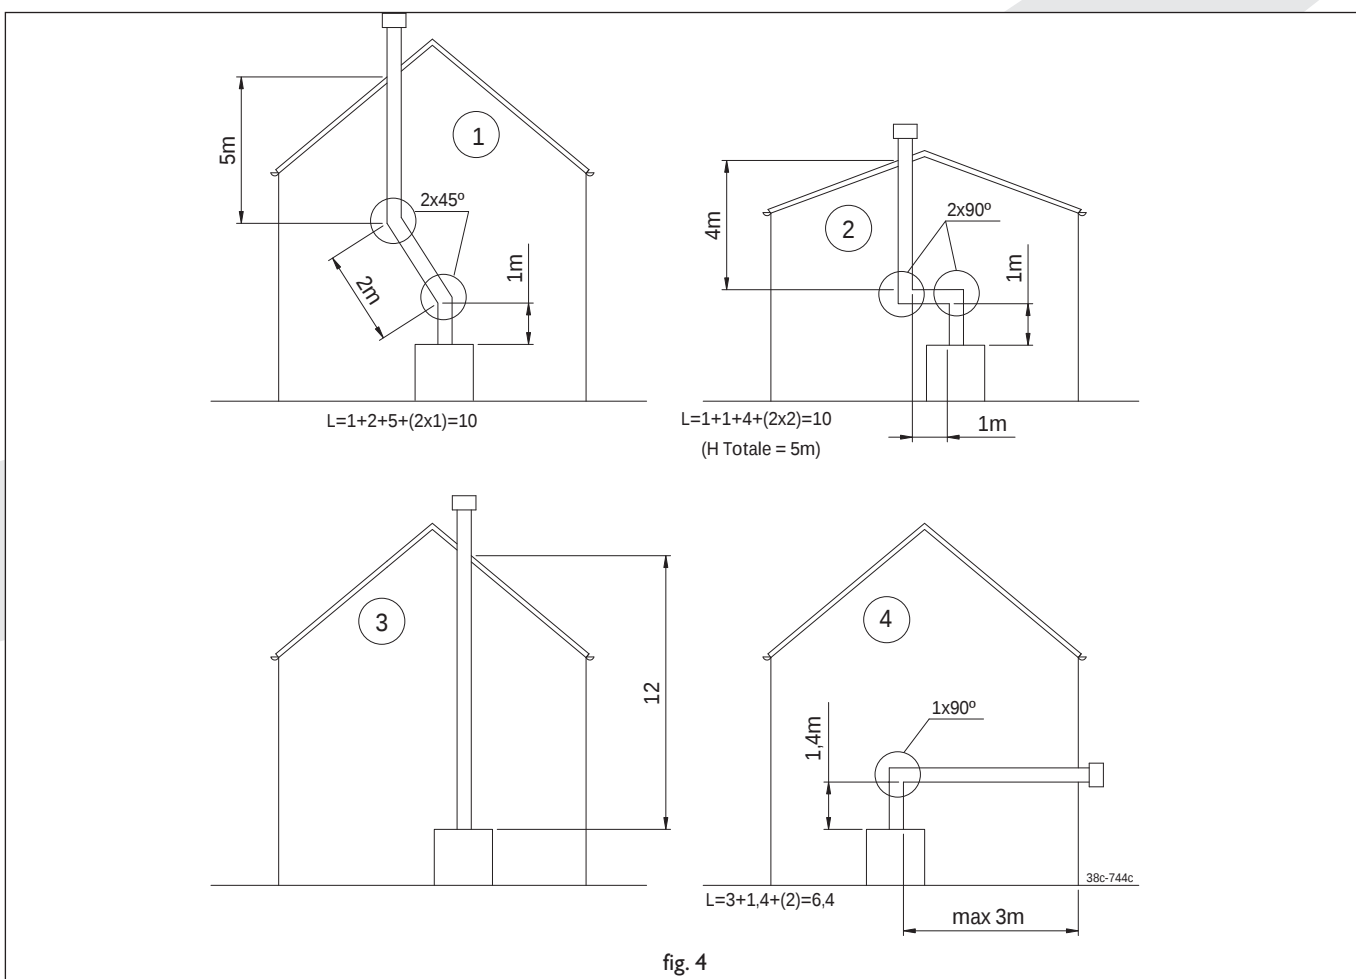

fig. 4
### Possibilités de raccordement (fig. 4)
- Choisissez entre les différentes possibilités de raccordement selon la figure 4.